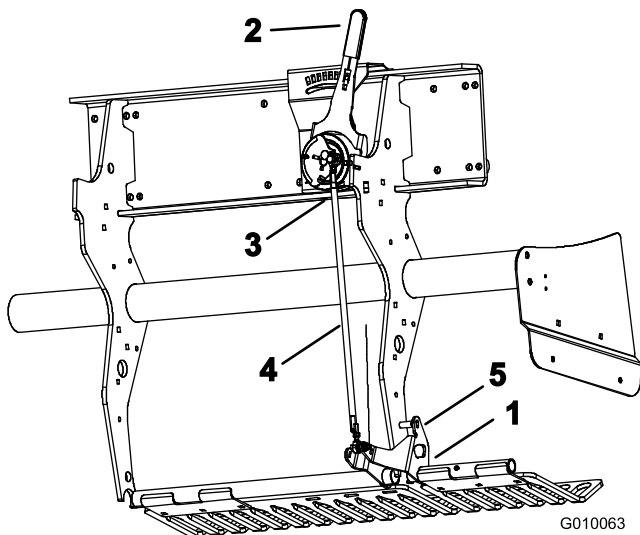

Figura 59
1. Gire el soporte de montaje izquierdo del protector de césped (Figura 59) hacia arriba hasta que pueda introducir un pasador (broca o tornillo de caperuza de 5/16) entre el soporte y el tubo de ajuste de profundidad soldado al bastidor.
2. Mueva la palanca de profundidad de aireación (Figura 59) al ajuste H (mayor profundidad).
3. Desconecte el interruptor de bola externo (Figura 59) del arnés de cables (interruptor de cabezal bajado).
4. Afloje las contratueras (izquierda y derecha) del tirante de ajuste de profundidad (Figura 59).